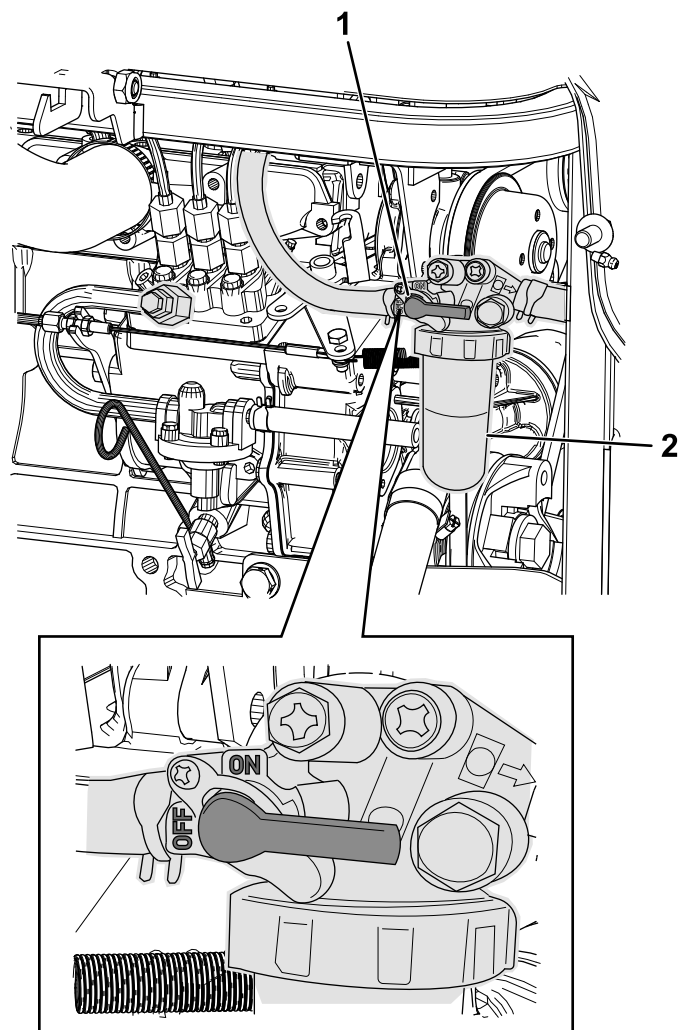

図 59
1. 燃料フィルタの周囲をきれいに拭く 図 59。
2. 燃料フィルタのレバーを OFF 位置に回す 図 59。
3. フィルタを外して取り付け部をきれいに拭く 図 59。